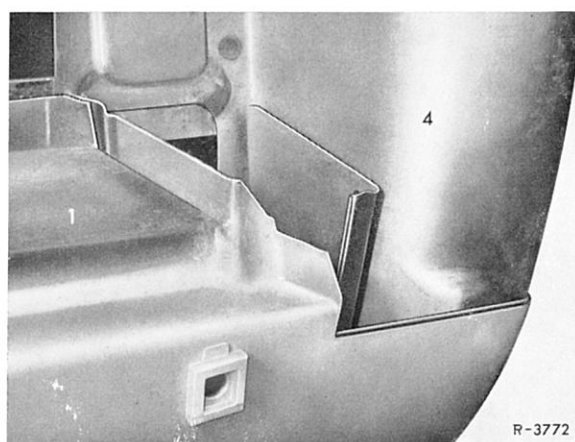

Bild 63—1/1
Wird nur der Kotflügel allein ausgewechselt, so ist dies — ähnlich wie bei früheren Typen — auch ohne Ausbau der Heckscheibe möglich. In einem solchen Fall muß dann die betreffende Ecke der Heckscheibe samt Abdichtungsgummi mit feuchtem Asbest oder Cool Heat-Isolationspaste abgedeckt und die Lötnaht im Bereich der Heckscheibe um ca. 30 mm nach hinten verlegt werden (siehe strichpunktierte Linie im Bild 63—1/4).
9 Restbord des abgetrennten Kotflügels (2) an der Dachbeplankung (7) und am Heckmittelsstück (5) unter dem Heckfenster entsprechend der im Bild 63—1/4 gezeigten gestrichelten Linie mit einer Blechschere auf ca. 10 mm Breite zurückschneiden, ausrichten und blankschleifen.
10 Schweißpunkte an den Schweißflanschen am Einstieg, Radeinbau (4) und Heckmittelsstück (9) mit einem Handschleifer durchschleifen und Schweißflansche mit einer Zange abziehen bzw. mit einem Stecheisen abtrennen (Bild 63—1/1 und 11).